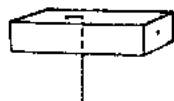

图 3
3. 螺旋桨：锯一段 $5 \times 5 \times 15$ 毫米的木块或竹块，在它的正中打穿一个小孔，再在离小孔约 5 毫米处也打一个小孔。另外，剪一段长 30 毫米的细铁丝，把它弯曲成“┐”形，让长的一端穿过正中的小孔，以备弯钩子用，短的一端固定在边上的小孔内(图 3)。另外，再在这块小木块两个端面的中央，各钻一个小孔备用。